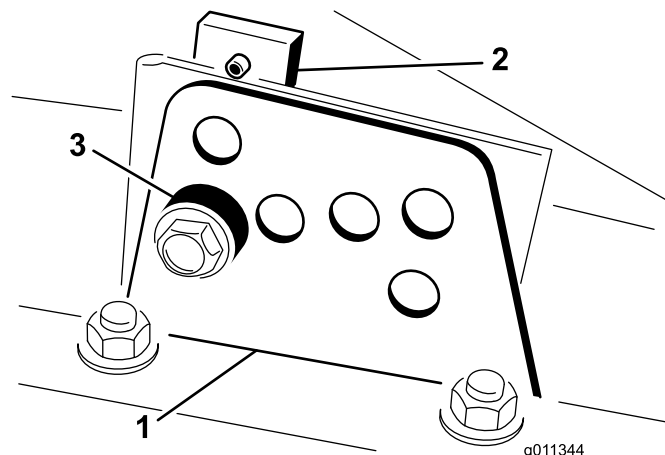

Figura 16
2. Afloje el perno que sujeta cada soporte de altura de corte a la pletina de altura de corte (delante y en cada lado) (Figura 16).